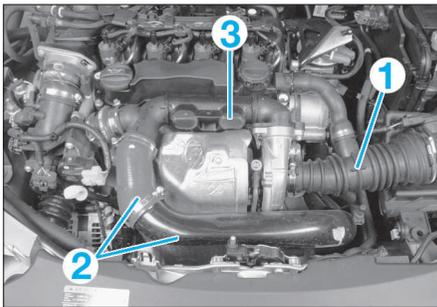

FIG. 44
- les conduits d'air (1) et (2) (Fig.44).